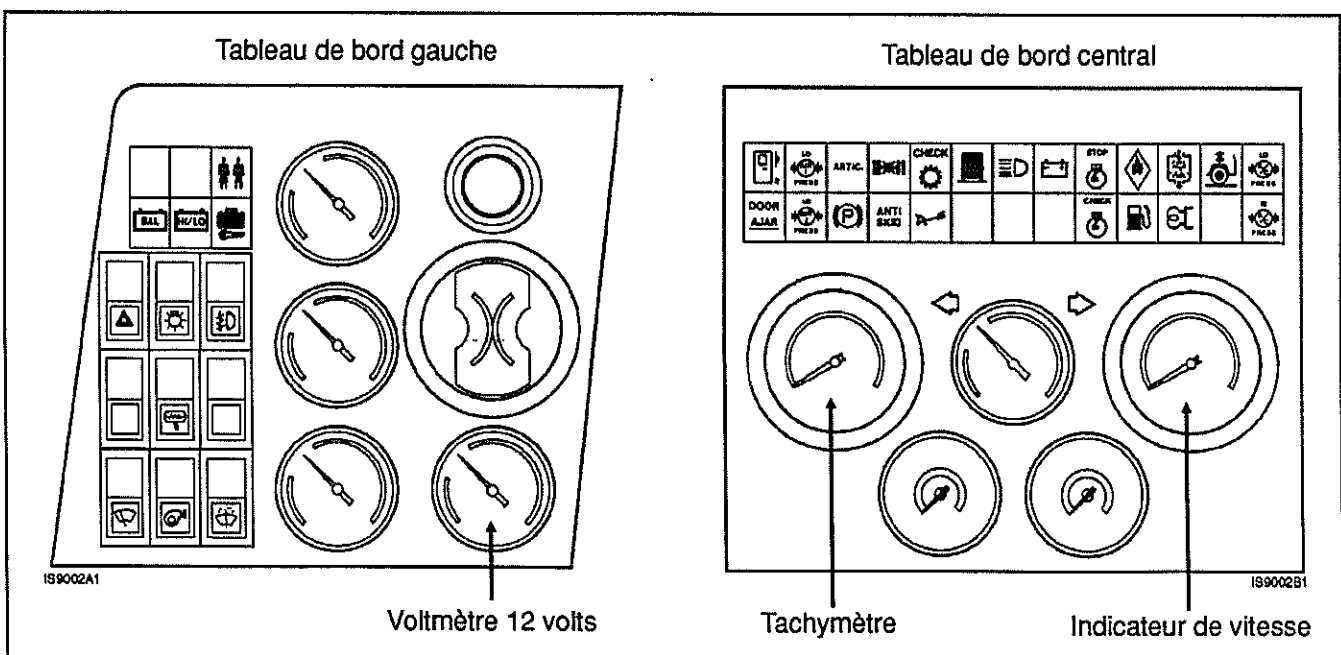

Figure B.1
10. Dénuder l'autre extrémité du fil jaune, y sertir une cosse à anneau #56-0815, et le brancher à la source d'alimentation du voltmètre 12 volts. Voir figures B.1 et B.2.